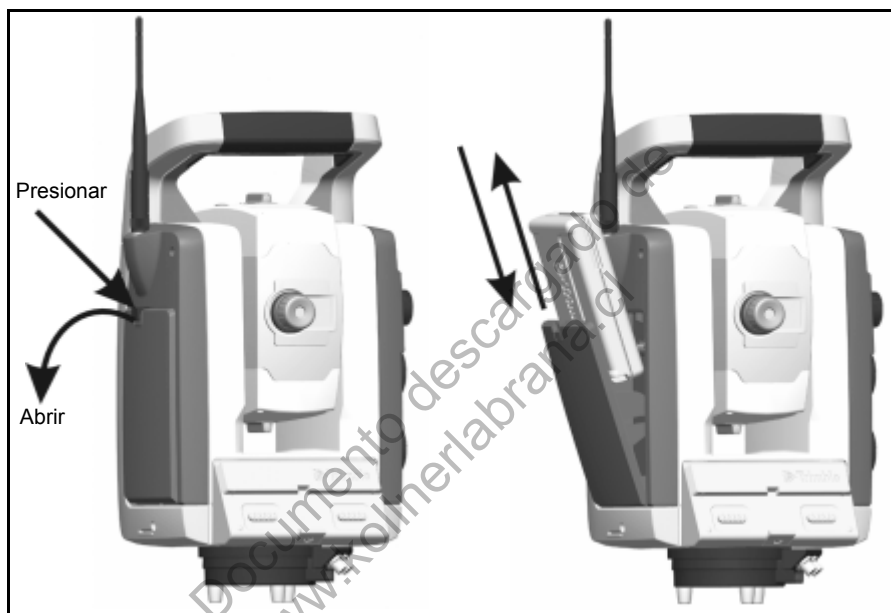

Figura 3.12 Sacando y cambiando la batería interna
2. Inserte la batería asegurándose de que los conectores estén colocados hacia la parte superior interna del instrumento. Véase la Figura 3.12.